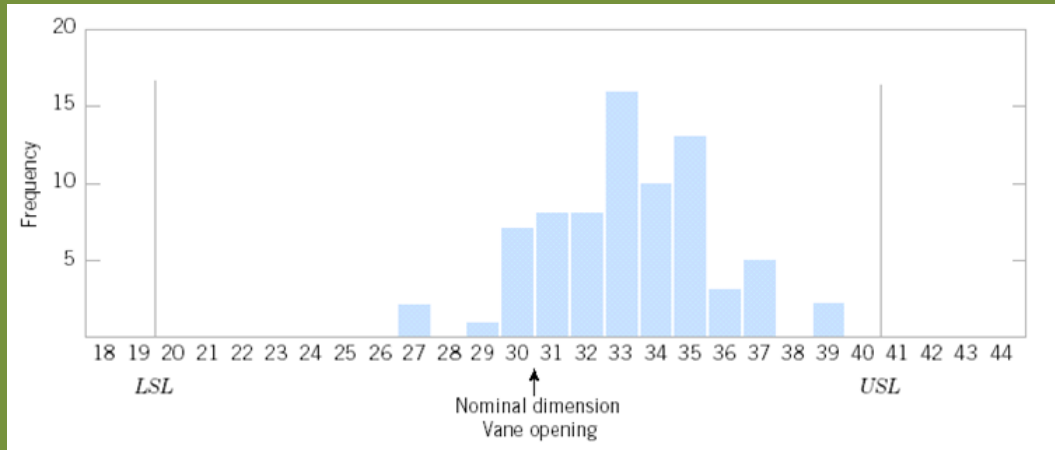

Figura 6.9: *Histograma* de la apertura de las paletas.
que no es más que $1/\hat{C}_p$ (ver Figura 6.9).
- En la Figura 6.9 podemos observar que el proceso no está centrado en 30, el *valor nominal* para la apertura de paletas.